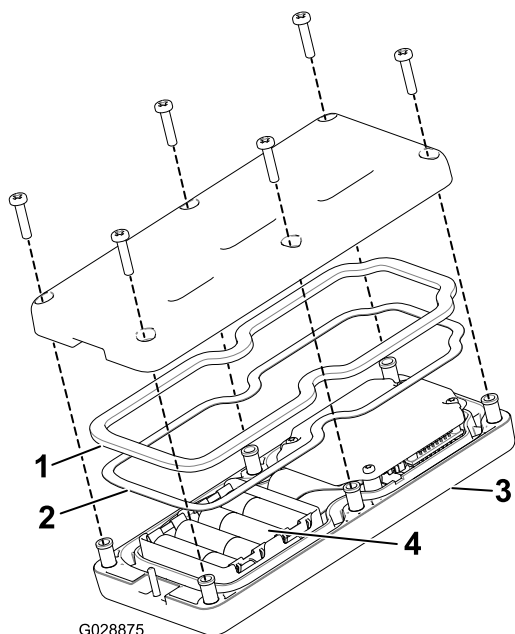

図 46
3. リモートの裏側にあるねじ6本を外してカバーを取る (図 46)。
5. 新しい電池を入れる 向きに注意すること。電池を正しく入れないと、機械が損傷することはないが、操作ができない。電池を入れる箇所にはプラス・マイナスの表示がある図 46。
6. ゴム製シールとスチール製のガスケットを外してしまった場合は、これらを注意深く溝にセットする (図 46)。
7. カバーを元通りに取り付け、先に取り外したねじ6本を使って固定し図 46、各ねじを $1.5 \sim 1.7 \text{ N} \cdot \text{m}$ $0.15 \sim 0.17 \text{ kg} \cdot \text{m} = 13 \sim 15 \text{ in} \cdot \text{lb}$ にトルク締めする。